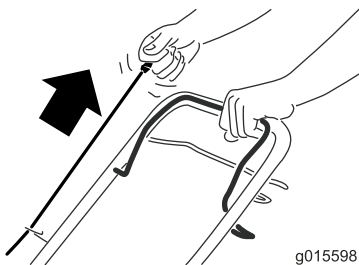

Bild 17
2. Ziehen Sie am Rücklaufstartergriff (Bild 17).